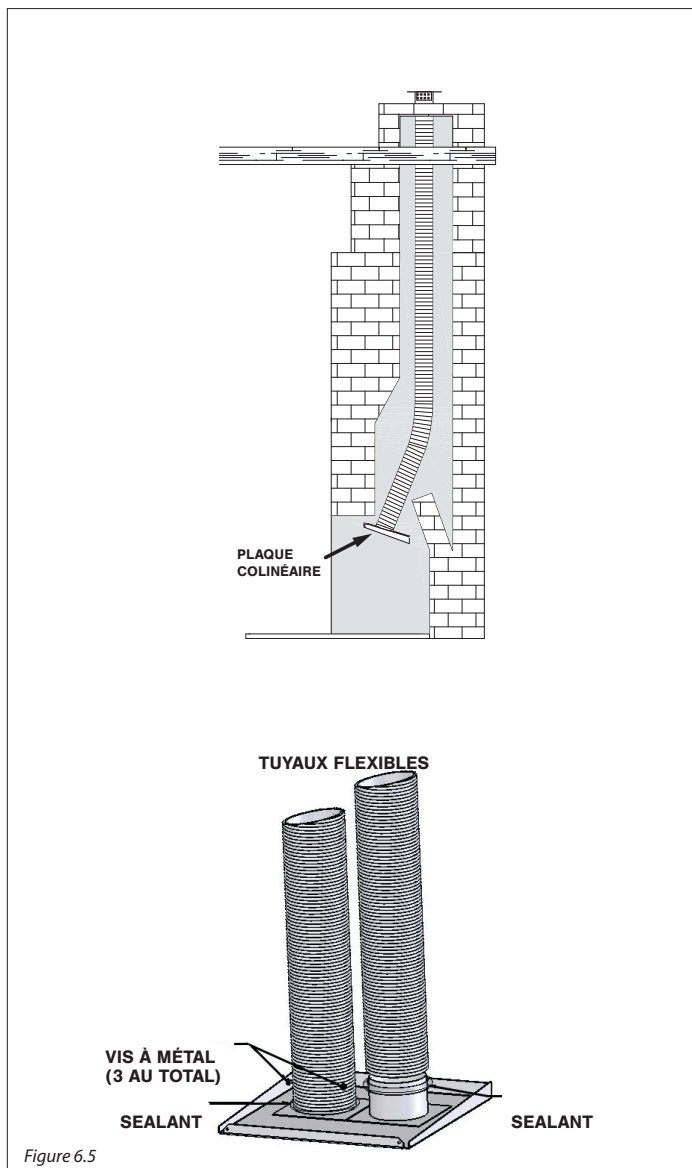

Figure 6.5
1. Insérez la poignée pour tirette dans la fente d'accès sur le dessus de l'encastrable, puis insérez le crochet de la poignée dans le trou de la tirette, tel que montré à la Figure 6.5.
3. Utilisez les fentes sur le dessus de l'encastrable pour fixer la plaque colinéaire à l'encastrable, avec (2) vis à métal de ½ po (fournies dans le paquet de composants).